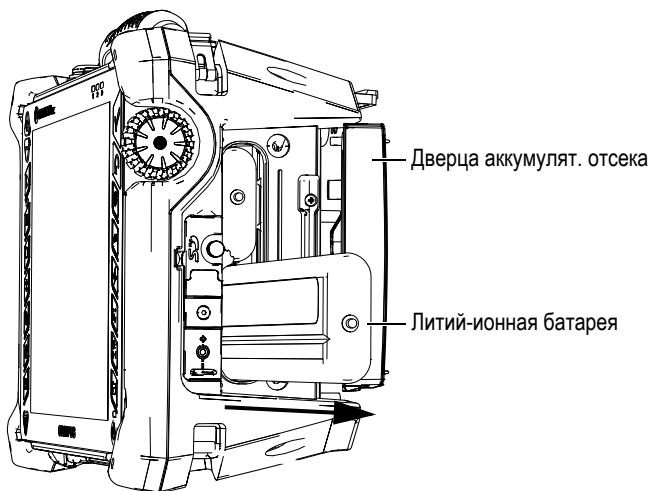

Рис. 2-5 Извлечение литий-ионной батареи
2. Извлеките батарею, потянув за ленту (см. Рис. 2-5 на стр. 44).